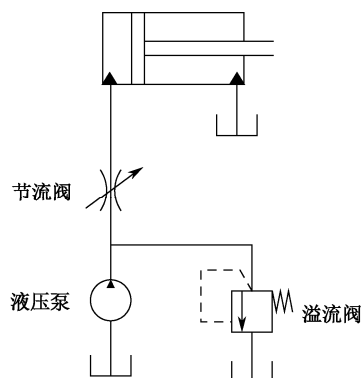

图 1-2-6
(1) 当小活塞向下移动一个行程时，大活塞向上移动的距离为 \_\_\_\_\_mm。若要求大活塞向上移动 100mm，则小活塞应上下往复运动 \_\_\_\_\_次。
(2) 小活塞往下移动时，若施加在杠杆上的力  $F=50\text{N}$ ，则液压千斤顶内油液的压力为 \_\_\_\_\_MPa，大活塞能够顶起的重物重量为 \_\_\_\_\_kN。
(3) 若小活塞往下移动的速度为 10m/min，则大活塞向上移动的速度为 \_\_\_\_\_m/min。
4. 图 1-2-6 所示为节流调速回路，定量液压泵的输出流量为  $q_{\text{泵}}=4.2 \times 10^{-4}\text{m}^3/\text{s}$ ，液压缸无杆腔的有效作用面积  $A_1$  为  $0.008\text{m}^2$ ，有杆腔的有效作用面积  $A_2$  为  $0.005\text{m}^2$ ，活塞的运动速度  $v=0.02\text{m/s}$ ，求通过节流阀的流量  $q_{\text{节}}$ 、通过溢流阀的流量  $q_{\text{溢}}$  和液压缸有杆腔排出的流量  $q_{\text{排}}$ 。